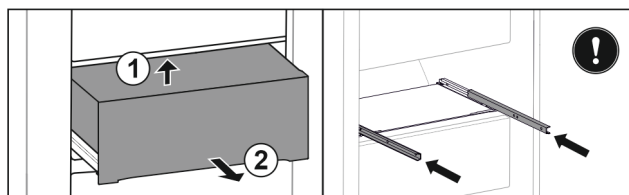

Fig. 114
- ▶ Nadvihnite zásuvku zospodu dozadu. Fig. 114 (1)
- ▶ Odoberte zásuvku dopredu. Fig. 114 (2)